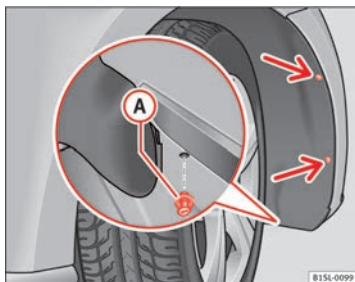

Fig. 146 No pára-choques dianteiro direito: Extraia os parafusos de fixação (setas) e retire o rebite expansivo **(A)**.
2. Desapertar 2 parafusos de fixação do embelezador do revestimento da cava das rodas ⇒ Fig. 146 (setas) com a chave de fendas das ferramentas de bordo ⇒ Página 250.
3. Desapertar o rebite expansivo na parte inferior dianteira do revestimento da cava das rodas ⇒ Fig. 146 **(A)** com a chave de fendas das ferramentas de bordo e retire-o totalmente ⇒ Página 250.
11. Coloque o rebite expansivo no embelezador do revestimento da cavidade das rodas e pressione-o para dentro até ao final ⇒ Fig. 146 ②.
12. Aparafuse os 2 parafusos de fixação ⇒ Fig. 146 (setas) com uma chave de fendas.